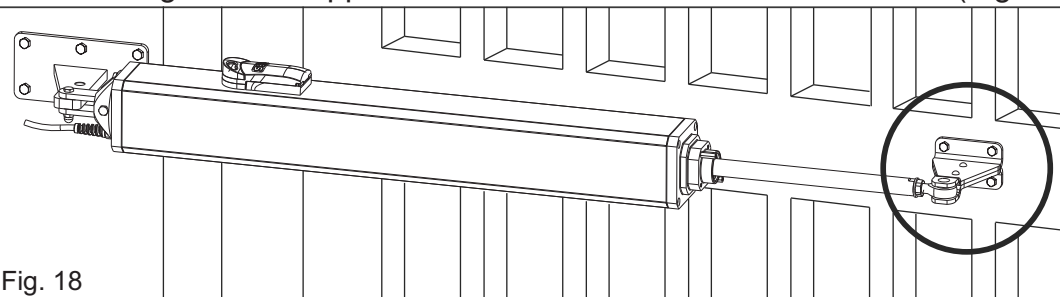

Fig. 18
- Placer la tige de l'opérateur dans l'emplacement du support antérieur (Fig. 18)